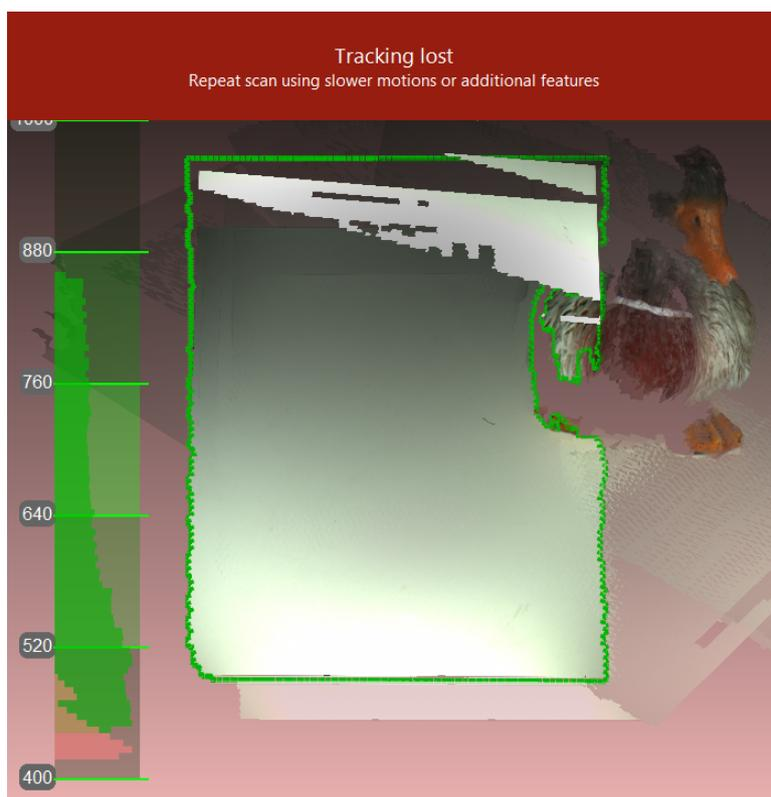

Abbildung 33: Warnhinweis: Tracking verloren.
- Artec Studio wechselt meist sofort vom Anzeige-Modus *Tracking verloren* (siehe Abb. 33) zu *Position suchen*, die auf grünem Hintergrund erscheint.